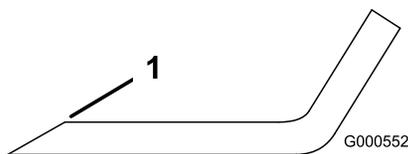

Figure 50
1. Au moyen d'une lime, aiguissez les tranchants à chaque bout de la lame (Figure 50).
Remarque: Si la lame est déséquilibrée, limez un peu l'extrémité de l'ailette seulement (Figure 50).